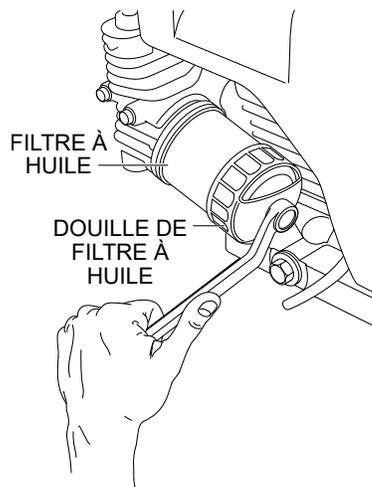

Figure 34. Démontage du filtre à huile
- Utiliser un outil de douille de filtre à huile, et retirer le filtre à huile comme cela est illustré dans la Figure 34.